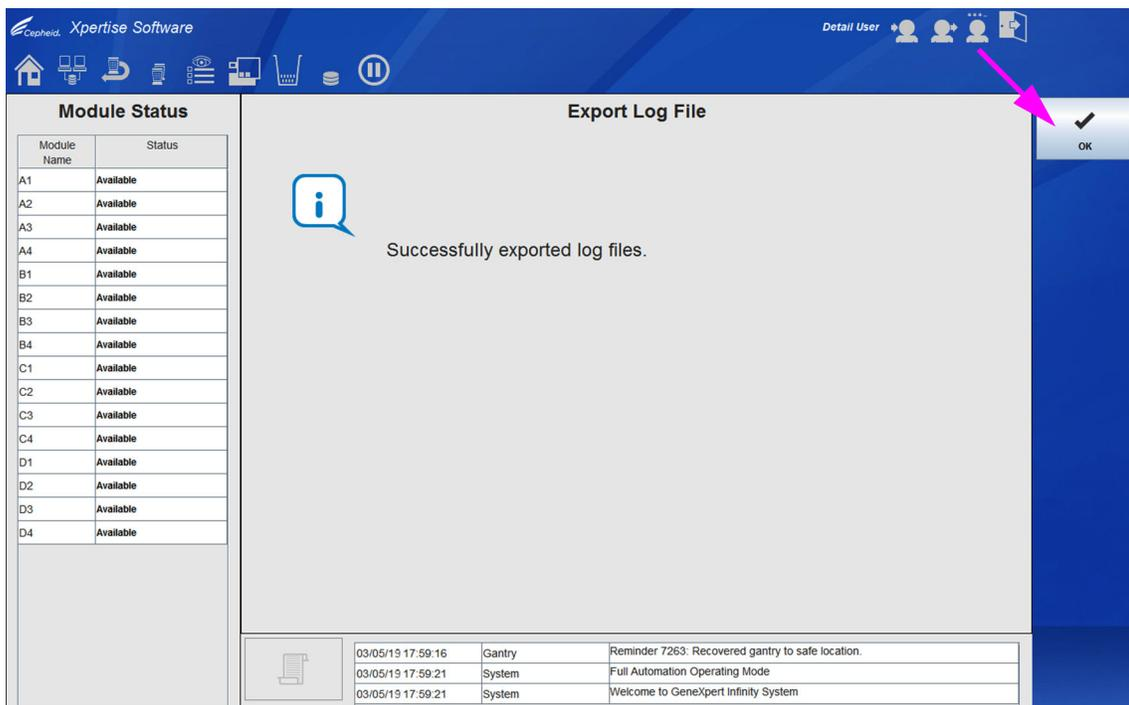

图 9-79. 导出日志文件 (Export Log File) 工作区
选定时段所有日志文件的导出过程完成时，出现确认屏幕。请参见图 9-79。
6. 选择**确定 (OK)** 按钮。请参见图 9-79。